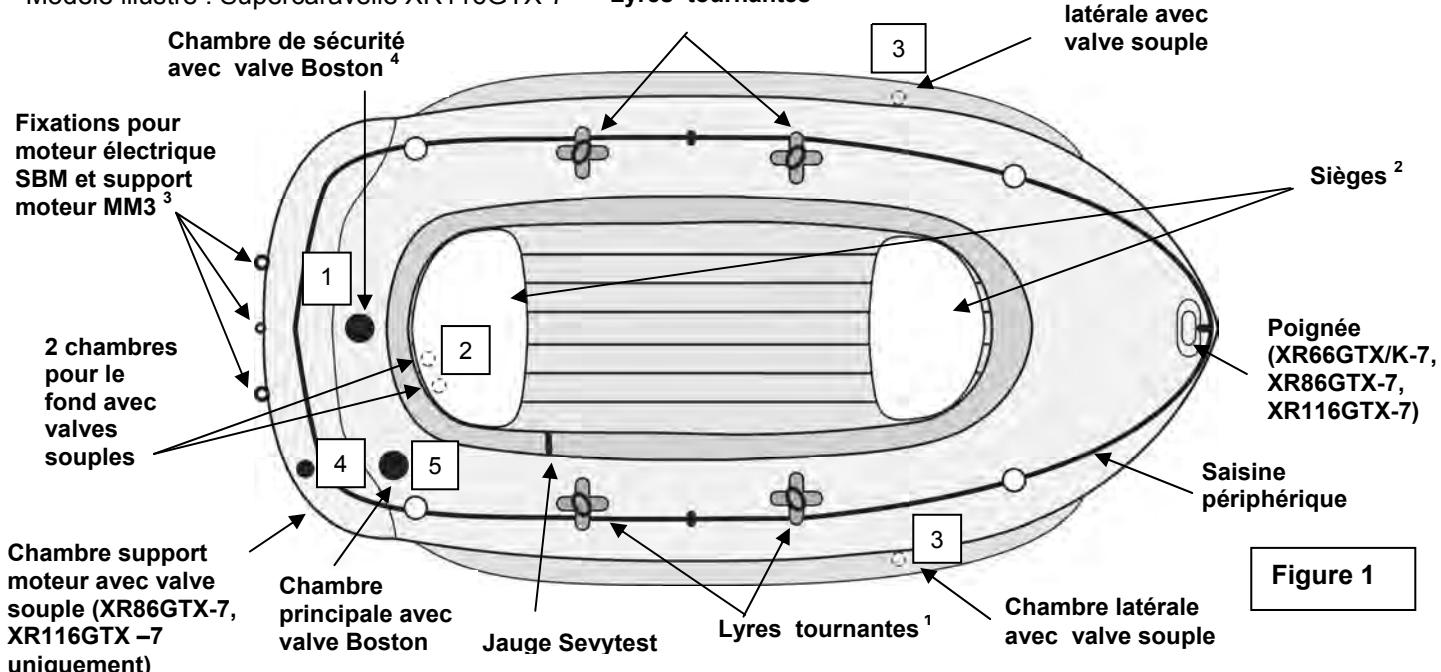

Figure 1
- a) Valve(s) Boston (figure ci-contre) : dévisser le capuchon de la valve (1), visser le corps de la valve (2) dans la base de la valve (3) ; veiller à ce que le capuchon reste accessible. Insérer l'extrémité du tuyau du gonfleur dans la valve et gonfler jusqu'à atteindre le niveau de pression recommandé (voir point 3). Après gonflage, fermer bien toutes les valves avec leur capuchon (dans le sens des aiguilles d'une montre).
2. Gonfler le bateau selon l'ordre de gonflage indiqué sur la plaque d'immatriculation imprimée sur le bateau (voir également figure 1, la numérotation des valves).
3. Niveau de pression maximal : **la pression d'utilisation de ce produit est de : 0,06 bar (= 60 mbar). Ne la dépassez pas.** Votre bateau est équipé d'une jauge Sevytest qui permet de vérifier la pression. Gonflez tout d'abord la chambre de sécurité (voir figure 1) jusqu'au repère "A" du Sevytest, puis la chambre principale (voir figure 1) jusqu'au repère "B". **Surpression** : dégonflez jusqu'à atteindre le niveau de pression recommandé. **Baisse de pression** : regonflez légèrement. **N.B. :** il arrive que l'indicateur de la jauge SEVYTEST ne revienne pas à sa position initiale après de fréquents gonflages en raison d'un allongement du PVC sous l'influence de la pression de gonflage. Mais vous pourrez encore vérifier qu'il est positionné dans les limites des niveaux de pression recommandés.